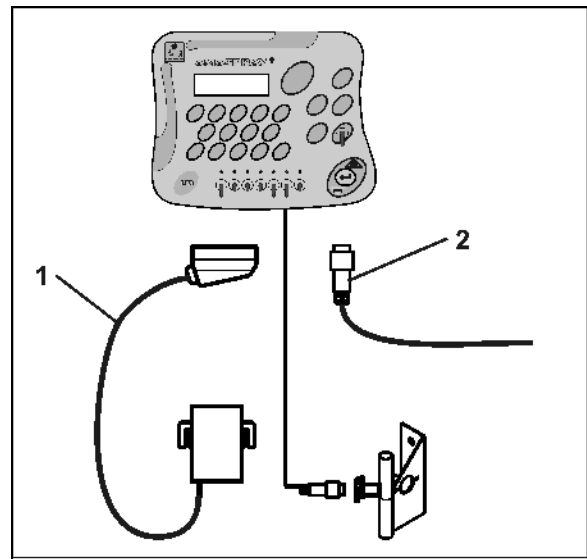

Рис. 3
1. Підключіть навісну / причіпну машину, зчеплену з трактором за допомогою штекера (Рис. 3/1).
Сигнальний кабель сигнального гнізда трактора або датчика X (Рис. 3/2) підключіть до AMASPRAY+.